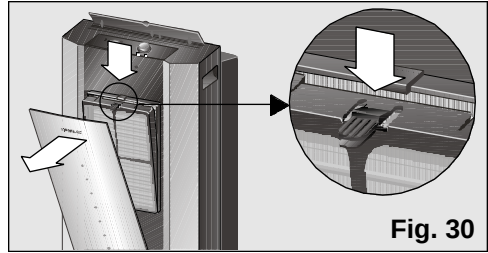

Fig. 30
Tutti i modelli sono provvisti di un filtro base d'aria che bisogna pulire nel tempo, **Fig. 29**. In merito bisogna soltanto premere il fermaglio situato nella parte superiore ed estrarlo dalla sua sede, **Fig. 30**. Per lavarlo basta sciacquarlo in acqua del rubinetto, asciugarlo e rimetterlo a posto.
- ☐ Estrarre il filtro base dell'apparecchio, **Fig. 30**.